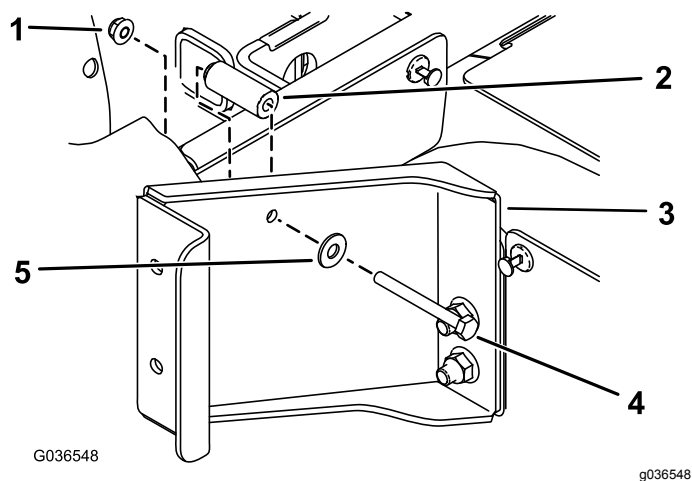

Рисунок 2
- Закрепите кронштейн позади заднего основания сиденья с помощью одного болта с шестигранной головкой (1/4 x 2 1/2 дюйма), одной плоской шайбы (5/16 дюйма), одной проставки (9/32 x 5/8 дюйма) и одной фланцевой гайки (1/4 дюйма), как показано на Рисунок 2.